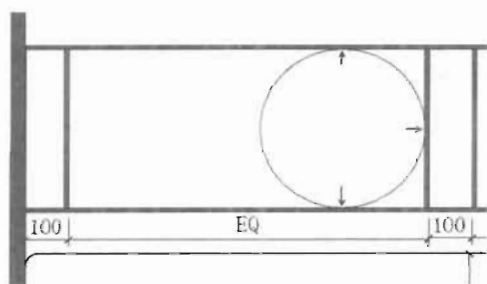

图 5-87
(1) 选择“绘图>圆>相切、相切、相切”菜单命令, 捕捉 3 条线段上的切点绘制一个圆形, 如图 5-87 所示。